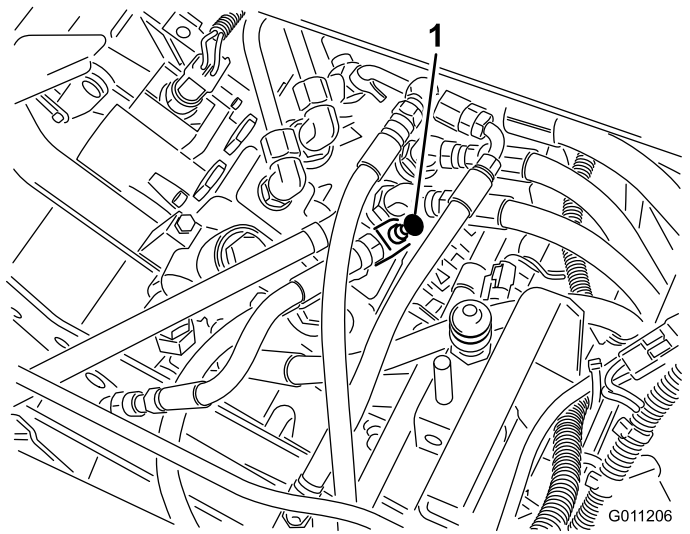

Figura 45
1. Levante el asiento y localice la válvula de control de flujo montada en la válvula principal de control (Figura 45).